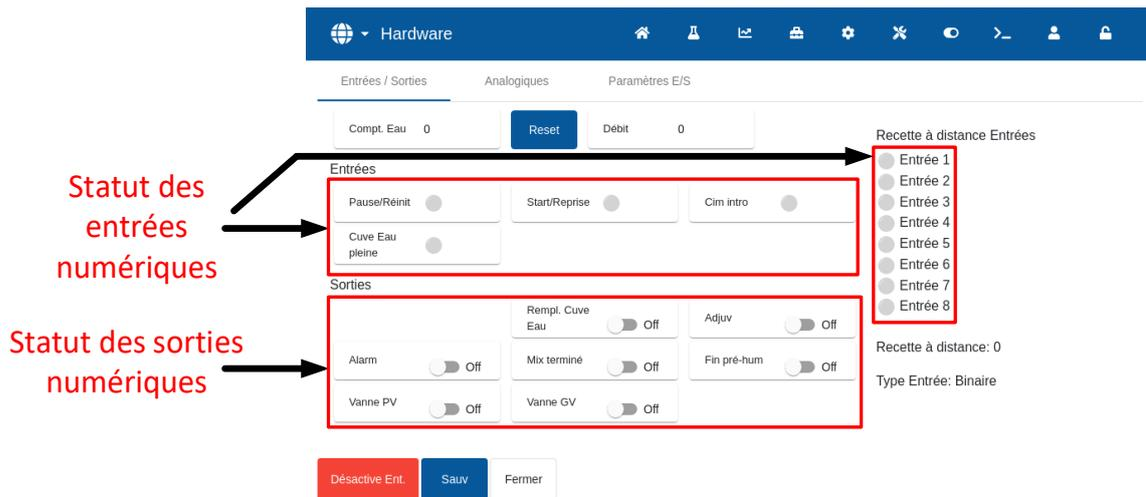

Figure 25 : Page du test des E/S
Les entrées et les sorties numériques peuvent être testées en utilisant la page Entrées/Sorties sur l'écran Hardware (voir la Figure 25).
1. Naviguer jusqu'à la page Entrées/Sorties de l'écran Hardware (voir la Figure 25). Appuyer sur la touche Reset si la valeur Compt. Eau n'est pas 0.